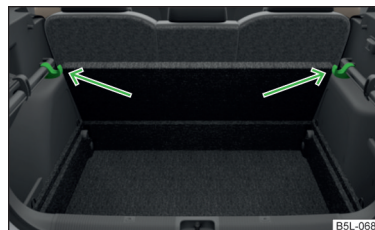

Fig. 104
- Apoye el suelo de carga variable en los ganchos abatidos » fig. 104.